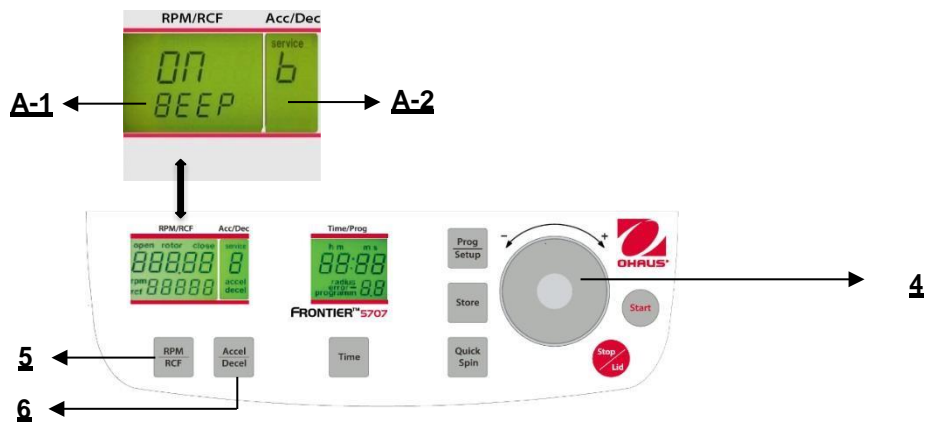

Abbildung. 32
Fahren Sie fort wie unter Punkt 4.1.2 beschrieben, um in den Programmmodus einzutreten und drücken Sie dann die Taste **"Accel/Decel"**(6). Auf der Anzeige **"Acc/Dec"** (A-2) blinkt das Wort **"Service"**. Wählen Sie nun den Buchstaben **"B"** mit Hilfe des Anpassungs Wählscheibe (4). Als Ergebnis erscheinen auf der Anzeige **"RPM/RCF"** (A-1) die Worte **"ON/BEEP"**. Nach dem Drücken der Taste **"RPM/RCF"** (5) können Sie das Tastaturgeräusch mit dem Anpassungs Wählscheibe (4) ein- (On) oder ausschalten (Off). (Siehe Abbildung 32).